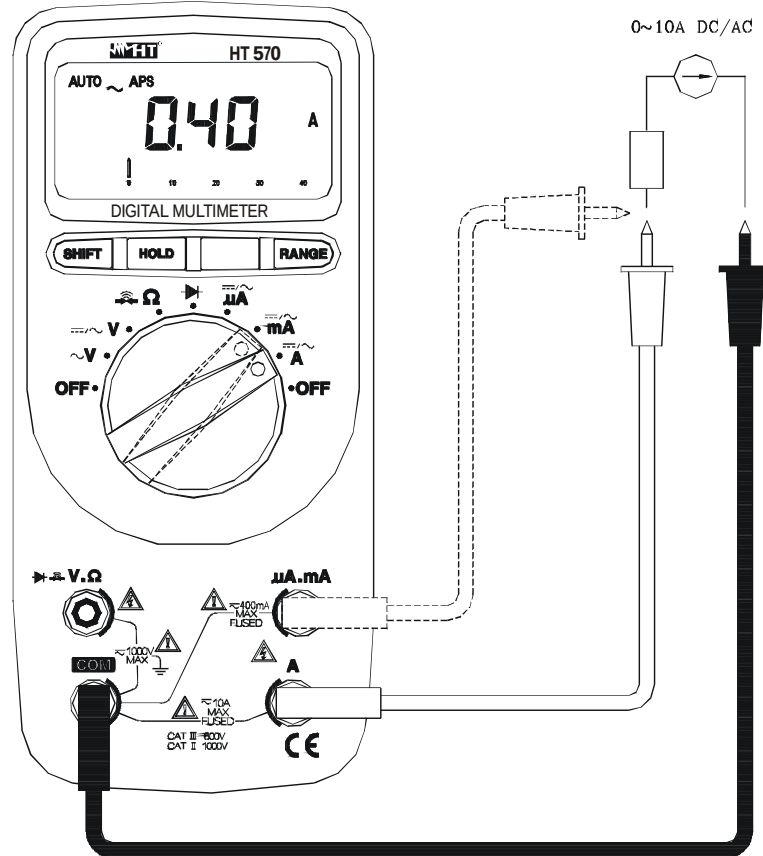

Abb. 6: DC Strommessung
3. Verbinden Sie die rote Messleitung mit der A Buchse, die Schwarze mit der COM Buchse (Abb. 6). Schließen Sie die rote und die schwarze Messleitung in Reihe mit dem zu messenden Strom an und achten Sie auf die Polarität.